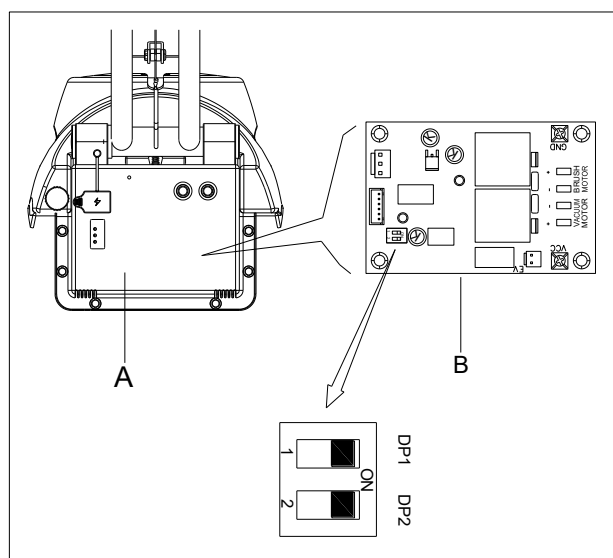

Figura 5
1. Desligue a máquina e desmonte a tampa (A como na Figura 5) da máquina. Vai encontrar o controlo principal PCBA (B como na Figura 5). Existem 2 interruptores (DP1 e DP2) no PCBA.